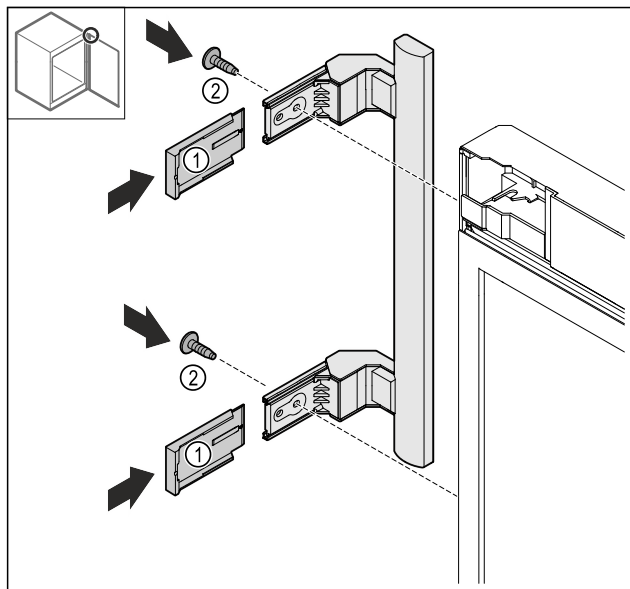

Fig. 25
- ▶ Skyv opp dekslene Fig. 25 (1).